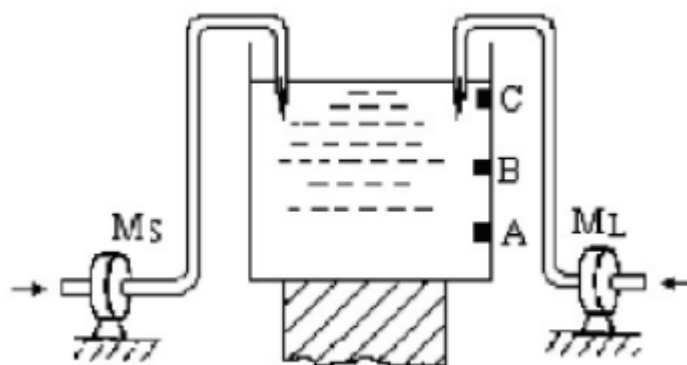

图 1-10：水箱供水
- 有一个水箱由大、小两台水泵 ML 和 MS 供水，如图 1-10 所示。水箱中设置了三个水位检测元件 A、B、C。水面低于检测元件时，检测元件给出高电平；水面高于检测元件时，检测元件给出低电平。现要求当水位超过 C 点时水泵停止工作；水位低于 C 点且高于 B 点时 MS 单独工作；水位低于 B 点而高于 A 点时 ML 单独工作；水位低于 A 点时 ML 和 MS 同时工作。试用门电路设计一个控制两台水泵的逻辑电路，要求尽量简单。